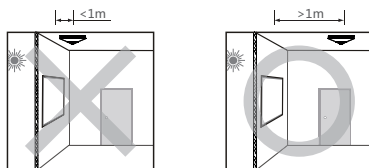

FIG. 4-E
- No instale el detector directamente cerca de una ventana o un toldo ya que podrían causar una medición incorrecta sobre la luz natural (Consulte la FIG. 4-E).